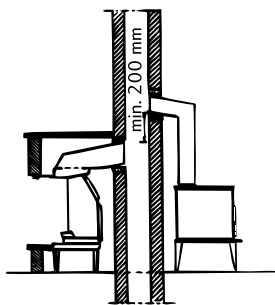

Fig. 3
**NB!** Annet ildsted i samme etasje bør ha røykuttak minst 200 mm høyere enn peisen (se fig. 3).
Peis kan godt stå på samme løp som annet «lukket» ildsted (ovn, kamin o.l.). Skal peis stå sammen med oljefyrt ovn, bør peisens røykuttak være nederst. Det bør være minst 200 mm høydeforskjell på røykrør tilknyttet skorstein i samme etasje. Se fig. 3.